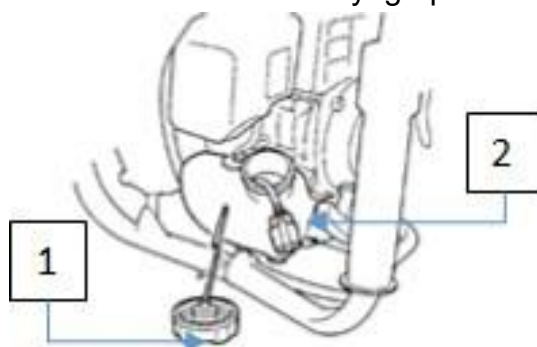

Fig.13
6.4. Filtre de carburant. (Fig.13)